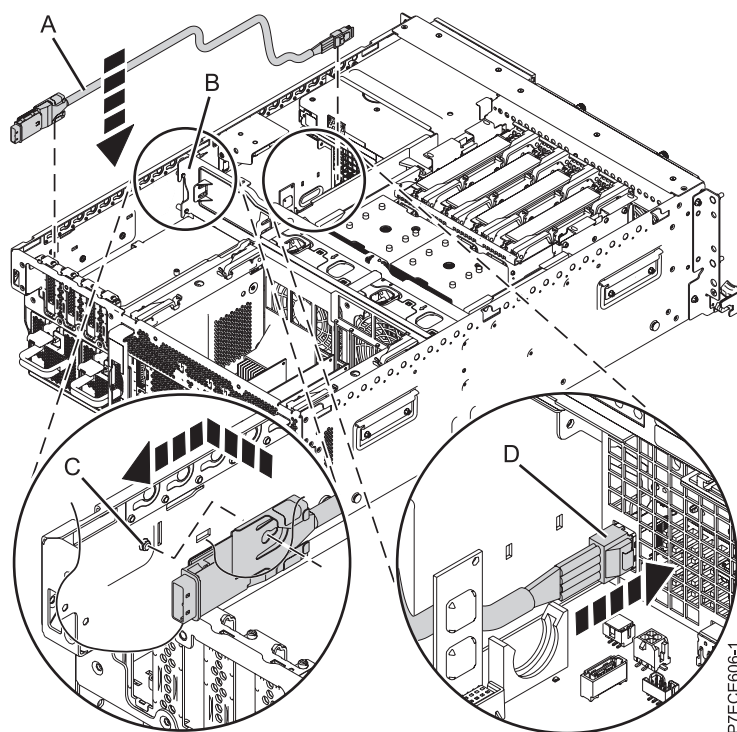

Figura 57. Instal·lació del port SAS extern
12. Connecteu el protector del cable SAS (**A**) al port de connexió SAS extern de la placa posterior del sistema, situat en la part posterior del sistema, fins que quedi encaixat en el seu lloc, com es mostra a la Figura 57.